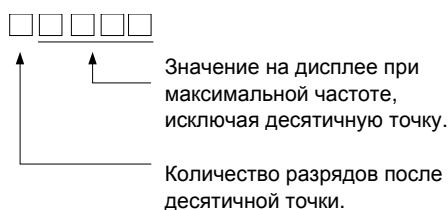

Рис. 6.61 Принцип настройки шкалы для ПИ-регулятора
- от 40 до 39999: Шкала, задаваемая пользователем. Установка максимального отображаемого значения в формате, приведенном на Рис. 6.61